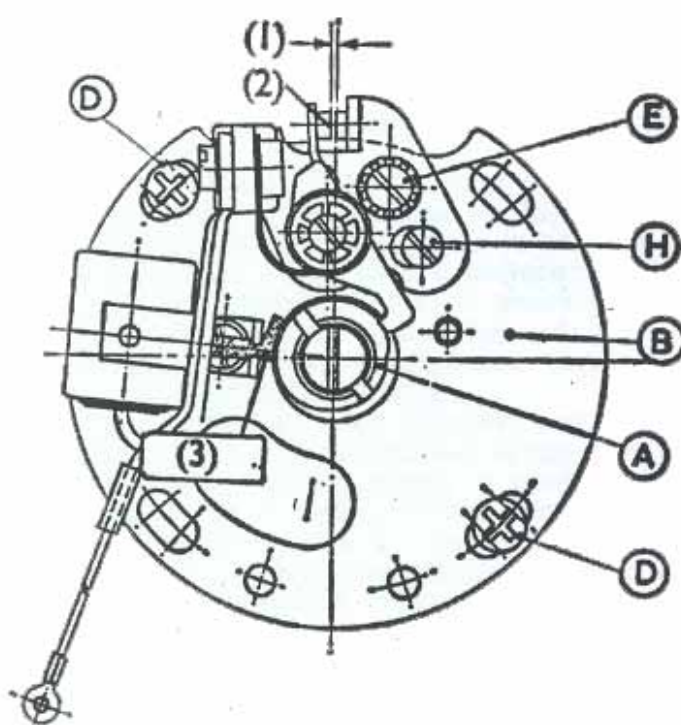
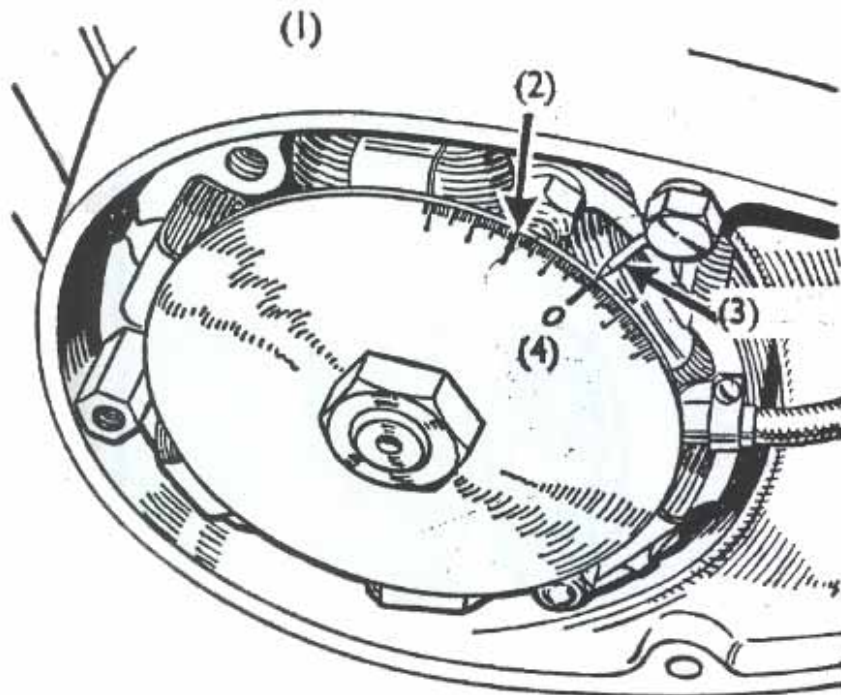

Fig. 9. Ruttore per modello Bantam.
Fig. 12. Messa in fase del Bantam a mezzo quadrante graduato.
Per accedere al ruttore, togliere le viti (G) che fissano il coperchio (F) Fig. 9. Far girare il motore fino a staccare le puntine e inserirvi uno spessimetro. La distanza prescritta, in questa posizione, deve risultare di 0,3 mm. Se occorrono regolazioni, allentare la vite (E) Fig. 9) e far girare la vite (H) dell'eccentrico fino a conseguire la prescritta distanza, indi tornare a bloccare la vite (E).
Qualsiasi variazione alla messa in fase si consegue facendo girare la piastra (B) Fig. 9, di quel poco che è consentito, dopo aver allentato le viti (D). Per verificare la messa in fase, rilevare il punto morto superiore del pistone, montando il quadrante graduato sull'albero motore, e bloccando una lancetta d'indicazione contro uno dei bulloni, come illustrato alla Fig. 12.